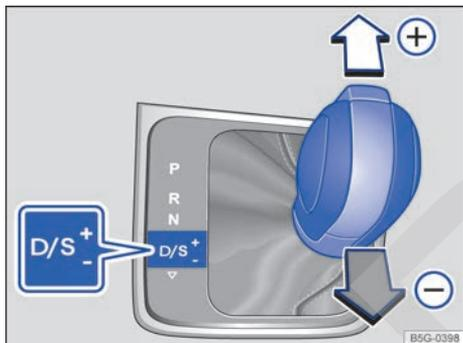

Fig. 118 Palanca selectora en la posición Tiptronic.
- Para cambiar a una marcha más larga o más corta, empuje levemente la palanca selectora hacia delante **+** o hacia atrás **-** → fig. 118.